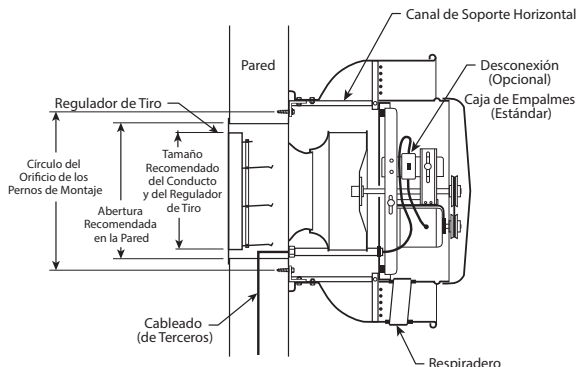

Figura 5
8. Vuelva a fijar el extractor a la placa de montaje. La unidad se debería alinear con el respiradero apuntando hacia abajo. Consulte la Figura 5.
9. Guíe el canal eléctrico a través del orificio del compartimiento del motor. Los canales de soporte horizontales se deben deslizar sobre los sujetadores del ángulo de montaje en la placa de montaje hasta que los orificios en la abrazadera de izada y los sujetadores estén alineados. Vuelva a colocar los sujetadores que se retiraron en el Paso 1 y apriéte los. Consulte la Figura 5.